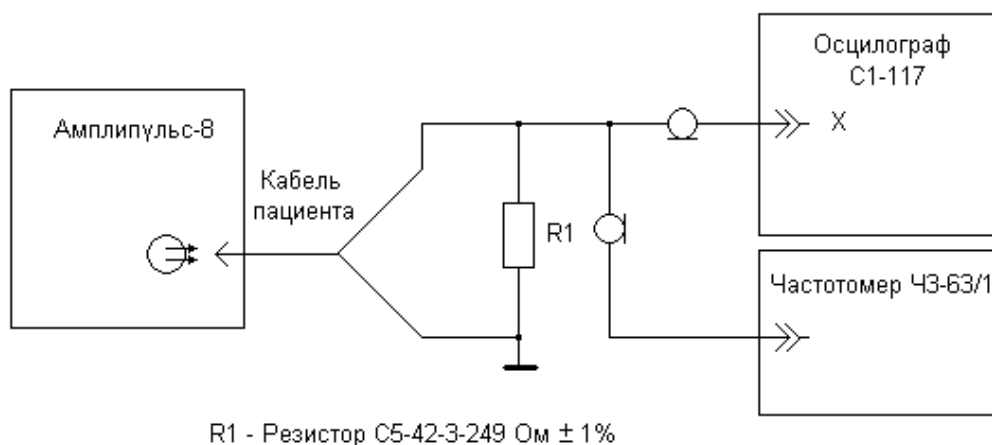

Рисунок 4.2 – Схема подключения для определения относительного отклонения длительностей серий и пауз
4.9.3.3. Определение допустимого отклонения коэффициента модуляции проводить путем измерения осциллографом С1-117 минимального и максимального размаха модулированного сигнала (глубины модуляции) аппарата на внешней нагрузке 249 Ом. По схеме рисунок 4.2